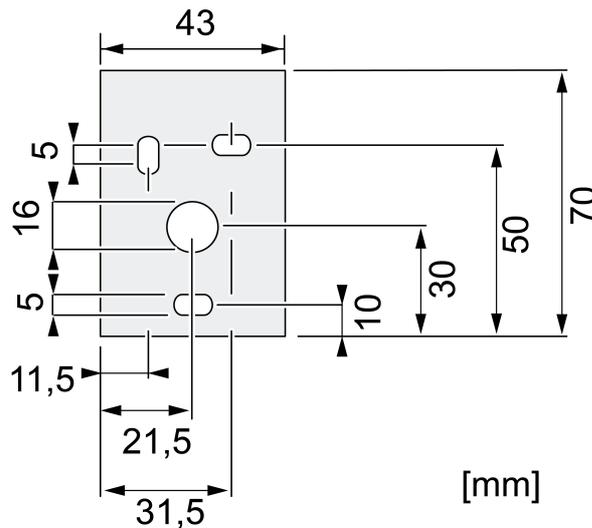

Figura 8: Braccio di fissaggio – Dimensioni dei fori
- Montaggio a parete: fissare il braccio di fissaggio inserendo viti adeguate nei fori (figura 8) sulla parete.
- Fissare il connettore a 7 poli al collegamento (7). Stringere l'anello filettato con una coppia massima di serraggio di 0,5 Nm.